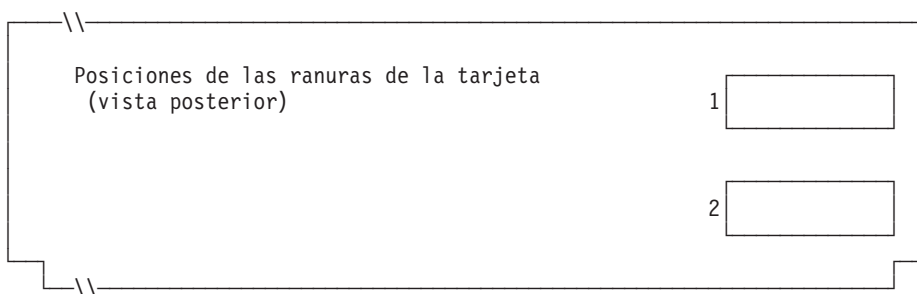

Figura 116. Parte posterior del Terminal de Punto de Venta IBM 4694-205
4. En la Figura 116 marque con una X cada ranura de tarjeta que tenga instalado un Adaptador Asíncrono Dual **para que lo utilicen las aplicaciones de terminal**. No ponga ninguna X si la tarjeta va a ser utilizada por aplicaciones distintas a las de terminal.